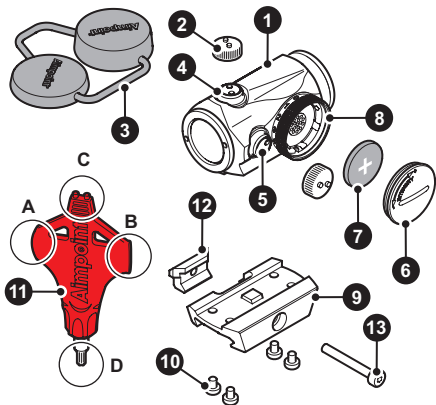

Fig. 1
- a Skruva ur Batterilock (6) med hjälp av Verktyget (11A).
- b Sätt i batteriet (CR2032) med pluspolen (+) mot Batterilock (6) som kan ses i Fig 1.